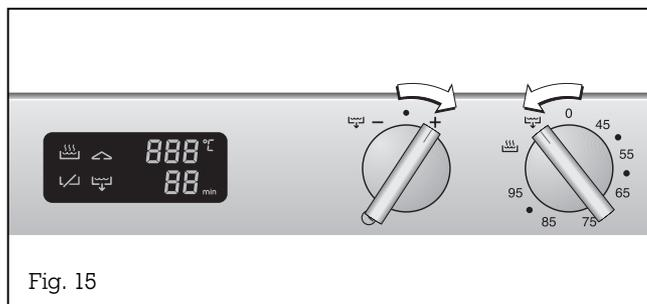

Fig. 15
- Girate la manopola "Contaminuti" verso destra sulla posizione **+** e mantenetela impegnata in questa posizione (Fig. 15).